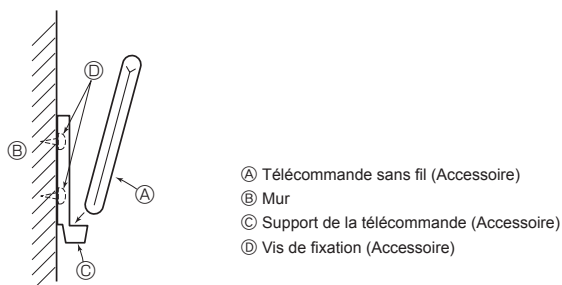

Fig. 7-5
7.3.1. Télécommande sans fil (Fig. 7-5)